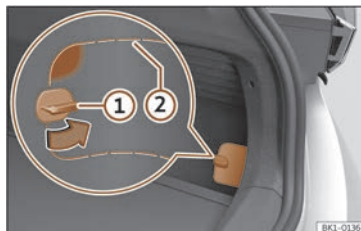

Fig. 61 Nella parte destra inferiore del trim del bagagliaio: coperta con linee di demarcazione.
- Ruotare di 90° la chiusura della copertura >>> **fig. 61 ①**.
- Premere la superficie verso l'interno sopra la chiusura >>> **fig. 61** (zona delimitata).
- Inserire la mano attraverso l'apertura e rimuovere la copertura. Se necessario, applicare un oggetto adeguato per le linee di taglio >>> **fig. 61 ②**.